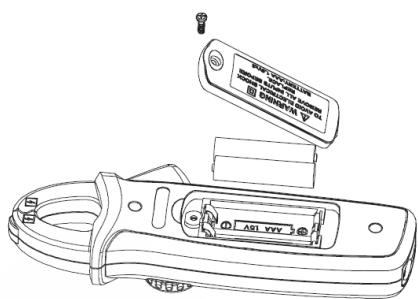

Рис.8
- 8.2.2.Отверните отвёрткой винт крепления задней крышки, откройте крышку батарейного отсека и выньте разряженные элементы питания как показано на рис.8.